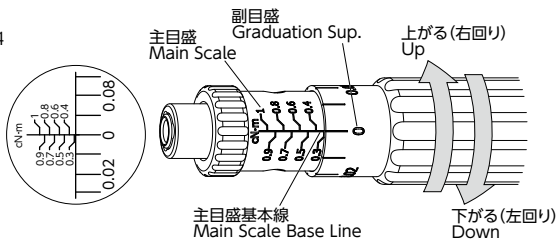
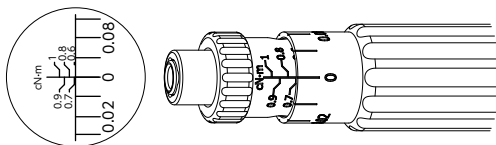

図 5 Fig.5
図 6 Fig.6
- ②  $0.7\text{cN}\cdot\text{m}$  の時 (図 5)、右回りで副目盛を 0 から 0.02 へ回転させると、 $0.72\text{cN}\cdot\text{m}$  となります。(図 6)
2. From the setting of  $0.7\text{cN}\cdot\text{m}$  (Fig. 5), turning the minor scale clockwise to the scale marking of 0.02 sets  $0.72\text{cN}\cdot\text{m}$  (Fig. 6).